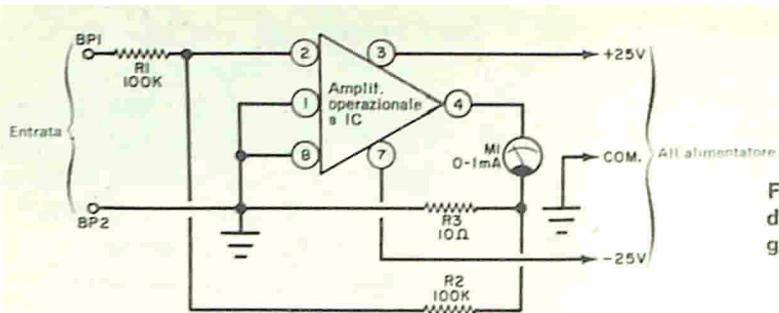

Fig. 3 - Questo millivoltmetro c.c. della Opamp Labs con circuito integrato ha una sensibilità di 0,01 V f.s.
**Circuiti a transistori** - Con un amplificatore operativo ibrido a circuito integrato, il millivoltmetro c.c. della fig. 3 ha una sensibilità f.s. di soli 10 mV e richiede un minimo di componenti. È stato descritto in una pubblicazione tecnica in inglese della ditta americana Opamp Lab. (172 S. Alta Vista Blvd., Los Angeles, Calif. 90036). Tra le altre applicazioni dell'amplificatore IC, descritte in tale pubblicazione, vi sono un oscillatore a ponte di Wien, un temporizzatore, un eccitatore Schmitt, un amplificatore c.c. per alte tensioni, un oscillatore a diapason, uno stabilizzatore di tensione, un sistema di controllo della temperatura, un modulatore a larghezza di impulsi, un oscillatore a cristallo, un amplificatore del controllo automatico di sensibilità ed un filtro attivo stretto.